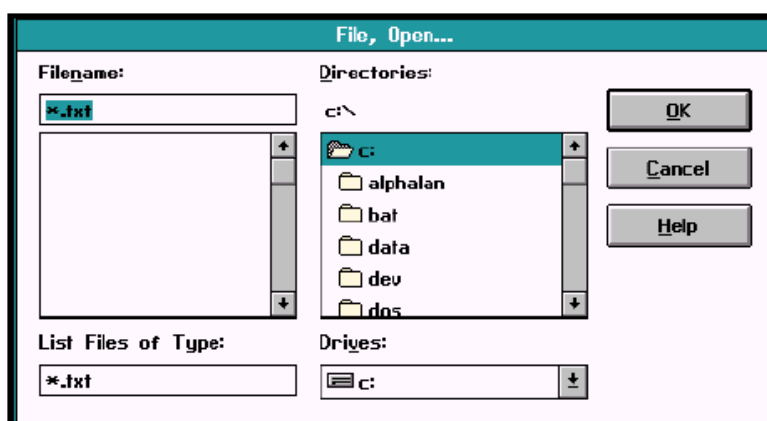

図 3-39 データファイルのダウンロード
*Download from PC* をクリックすると、図 3-39 に示すように IDM からファイルを問い合わせてきます。